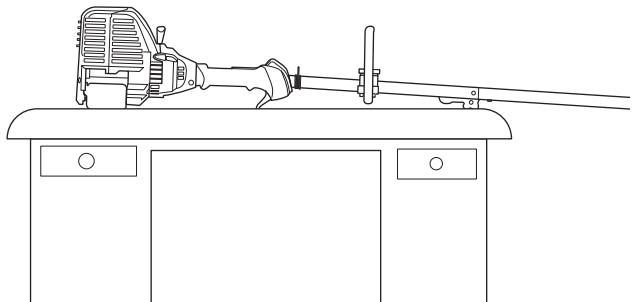

Fig. 17
- Ubique la unidad sobre una superficie plana y nivelada**, como un banco de trabajo o una mesa. El protector del cabezal de corte debe quedar colgando del borde de manera que el motor quede nivelado (Fig. 17).